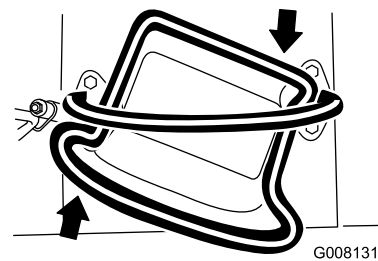

Figura 9
- Per girare a destra, ruotate il controllo della trazione in senso orario (Figura 9).